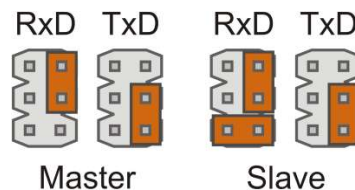

Рис. 12.21.
**Внимание!** Существует особенность, связанная со стартом накопителей семейства. Часть накопителей при подключении как «Master» после инициализации блокируют терминал, поэтому для работы с терминалом эти накопители приходится подключать как «Slave». Рис. 12.21 изображает схему установки джамперов на переходнике PC-2" для накопителей Seagate Momentus.